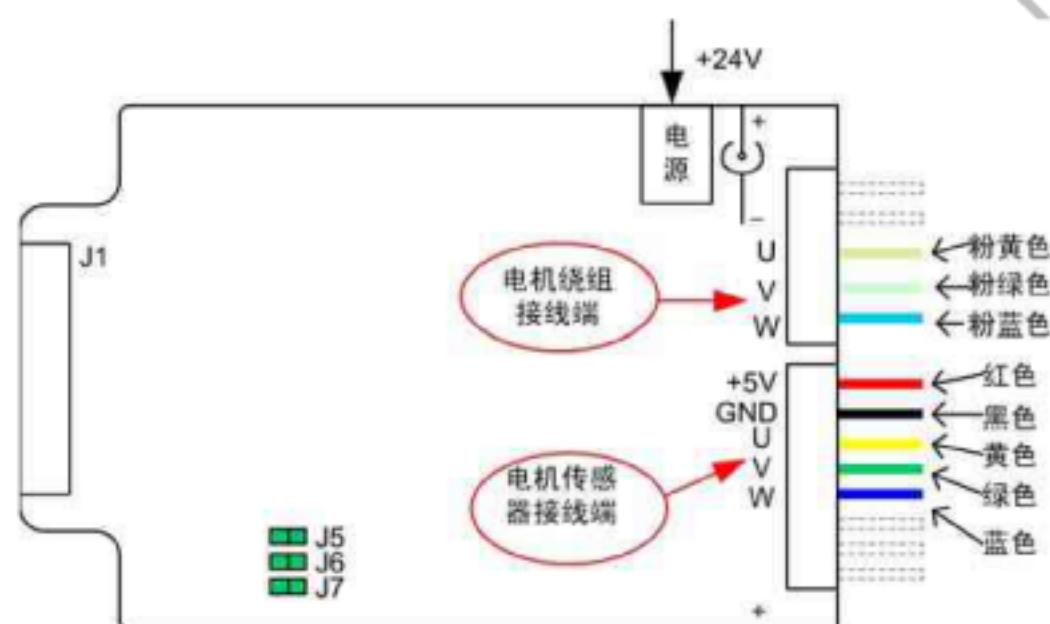

图 1.1 BLDC-DK615 驱动板接线图
(1)、断开图 1.1 中的 J5、J6 和 J7 跳线，并用杜邦线将 BLDC-DK615 的 J1 与 FSSDC-9B506-EK 的 CN6/7 按表 1.1 所示的关系连接，确认接线无误后分别给 2 块板子上电。